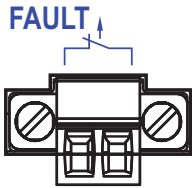

Abb. 15: 2-poliger Klemmblock
- ▶ Der Signalkontakt ("FAULT", Pinbelegung des Klemmblockes siehe Abbildung 15) dient der Funktionsüberwachung des Gerätes und ermöglicht damit eine Ferndiagnose. Die Art der Funktionsüberwachung können Sie im Management festlegen.